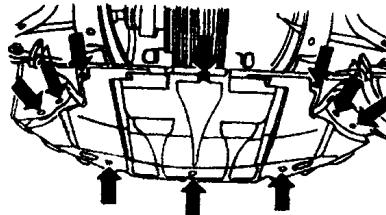

图 1-2
(1) 查取车载收音机代码；关闭点火开关，断开蓄电池接地线；拆下发动机舱盖。
(2) 拆下油底壳护板，如图 1-2 所示。